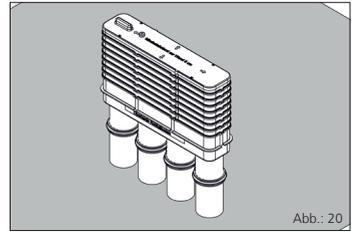

Abb.: 20
- ▶ Lage- und standfeste MSH Basic-FUBO-E-SR4 (Grundkörper) senkrecht montiert, am Schnurgerüst ausgerichtet und mit Sand verfüllt (siehe Abb.: 20).